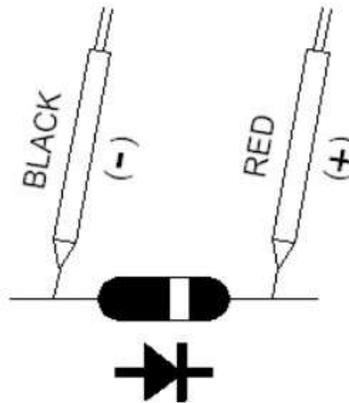

Fig. 3
b. Cuando se conecta como se muestra en la Fig. 3, se realiza una comprobación inversa en el diodo. Si el diodo bajo prueba es bueno, se mostrará "OL". Si el diodo bajo prueba es defectuoso, se mostrará ".000" u otros números. Una prueba adecuada de los diodos debe incluir los dos pasos a. y b. anteriores.